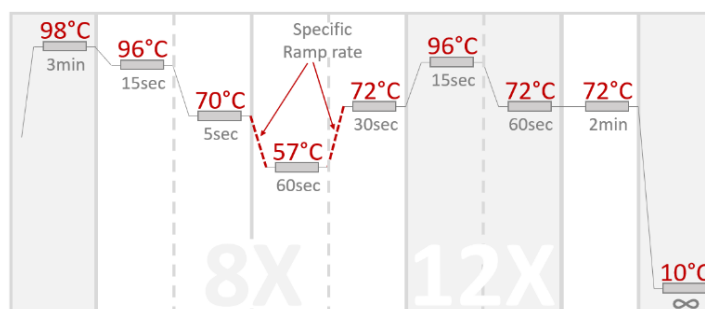

FIGURE 2. REPRESENTATION GRAPHIQUE DU PROTOCOLE DE CYCLAGE PCR
- Le protocole de cyclage PCR global est illustré à la figure 2.